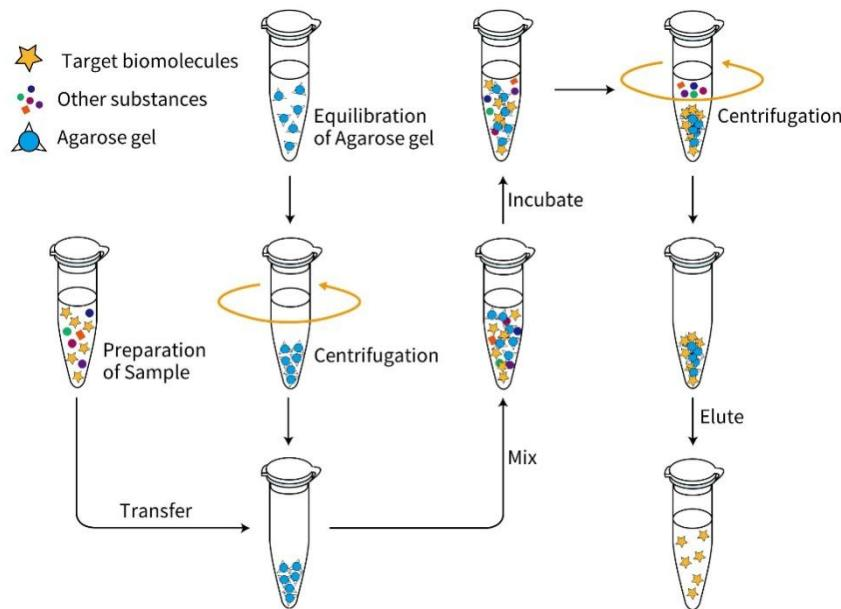

图1. 碧云天CM Agarose 6FF (CM琼脂糖凝胶) (P2069)用于非装柱的离心式直接纯化的实验流程图。
- CM琼脂糖凝胶在生物医学领域内应用非常广泛，可以特异地纯化生物制药或生物工程下游的蛋白、多肽、抗体等；或分离细胞和植物中多糖物质，多用于分离中性、酸性和粘多糖等物质等；还可用于分离大量的基因组DNA以及细菌、细胞裂解液中质粒DNA。本产品可用于非装柱的离心式直接纯化，也可用于装柱后纯化。本产品用于非装柱的离心式直接纯化实验流程请参考图1。